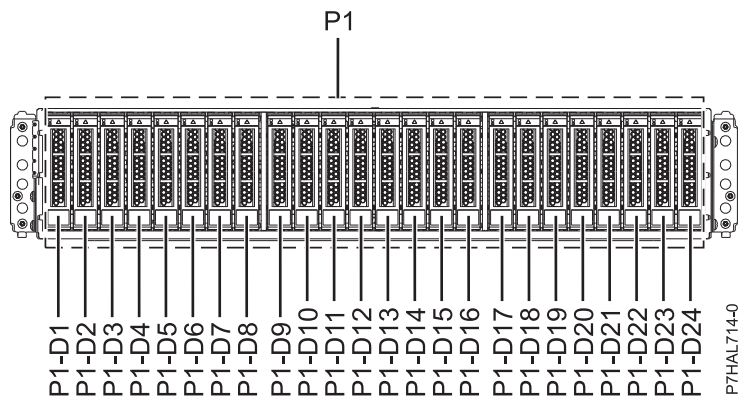
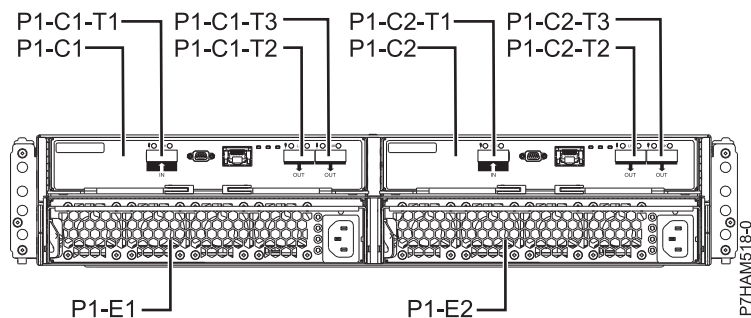

Figura 1. Vista anterior do 5887 suporte de unidades de disco mostrando a localização das unidades de disco
Figura 2. Vista posterior da 5887 suporte de unidades de disco
1. Identifique o componente e o suporte aos quais pretende prestar assistência. As ranhuras de unidades de disco e unidades de disco de segunda geração estão localizadas na parte anterior do suporte. A Figura 1 e a Figura 2 mostram a vista anterior e vista posterior do suporte e as localizações de unidades de disco no suporte.